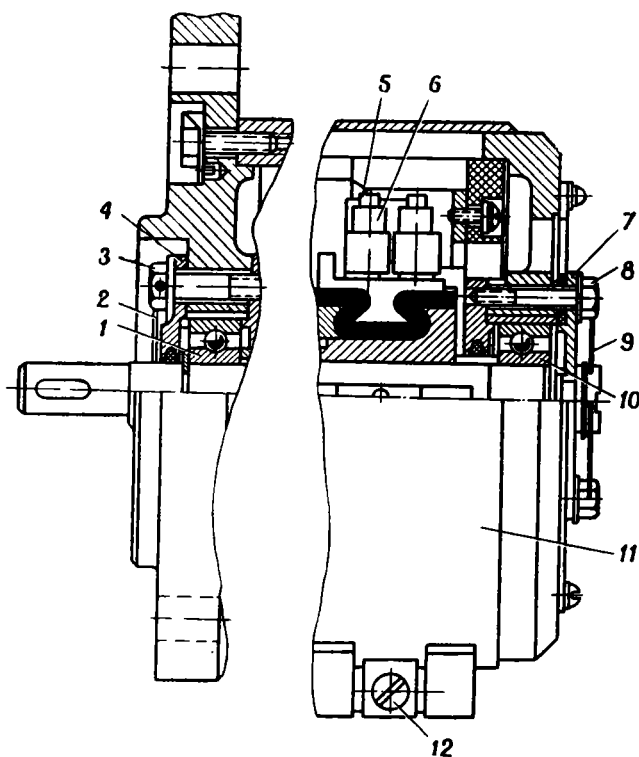

Рис. 20. Исполнительный двигатель:
1. Вывинтить винт 12 (рис. 20) и откинуть защитную ленту 11.
1. Снять проволоку 2, 9 (рис. 20).